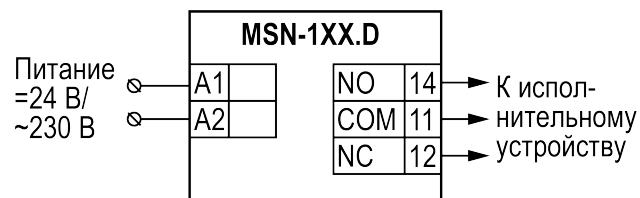

Рисунок 3 – Схема подключения
1. Подключить провода от управляющего прибора к контактной группе изделия (см. *рисунок 3*).